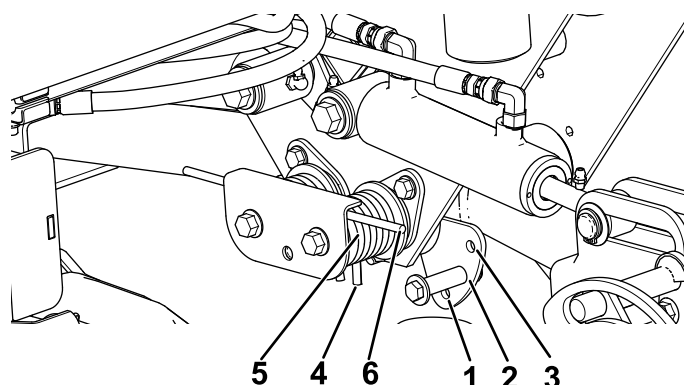

Figure 45
Pour modifier la configuration de pression vers le bas, la plaque de loquet doit être déposée pour pouvoir commuter les deux ressorts d'un même côté, et la patte courte du ressort doit désormais se trouver contre le rebord supérieur de l'ensemble loquet (Figure 45).
2. Insérez un tube ou un objet similaire sur l'extrémité longue du ressort pour détendre le ressort pendant le réglage (Figure 45).
3. Tout en détendant le ressort, retirez le boulon et le contre-écrou qui fixent l'actionneur de ressort au support (Figure 45).